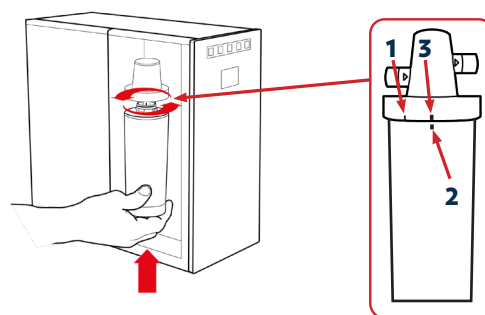

Fig. 3-29
41.3 – Prendere il filtro nuovo dopo averne rimosso la pellicola e il tappo protettivo, posizionarlo nella sede di aggancio allineando il marcatore **2** del filtro alla posizione di inserimento **1**, ruotare il filtro da sinistra verso destra fino a raggiungere il finecorsa **3**. Il marcatore sul filtro **2** dovrebbe ora essere in linea con il finecorsa **3** sulla testata del filtro, vedi Fig. 3-29.